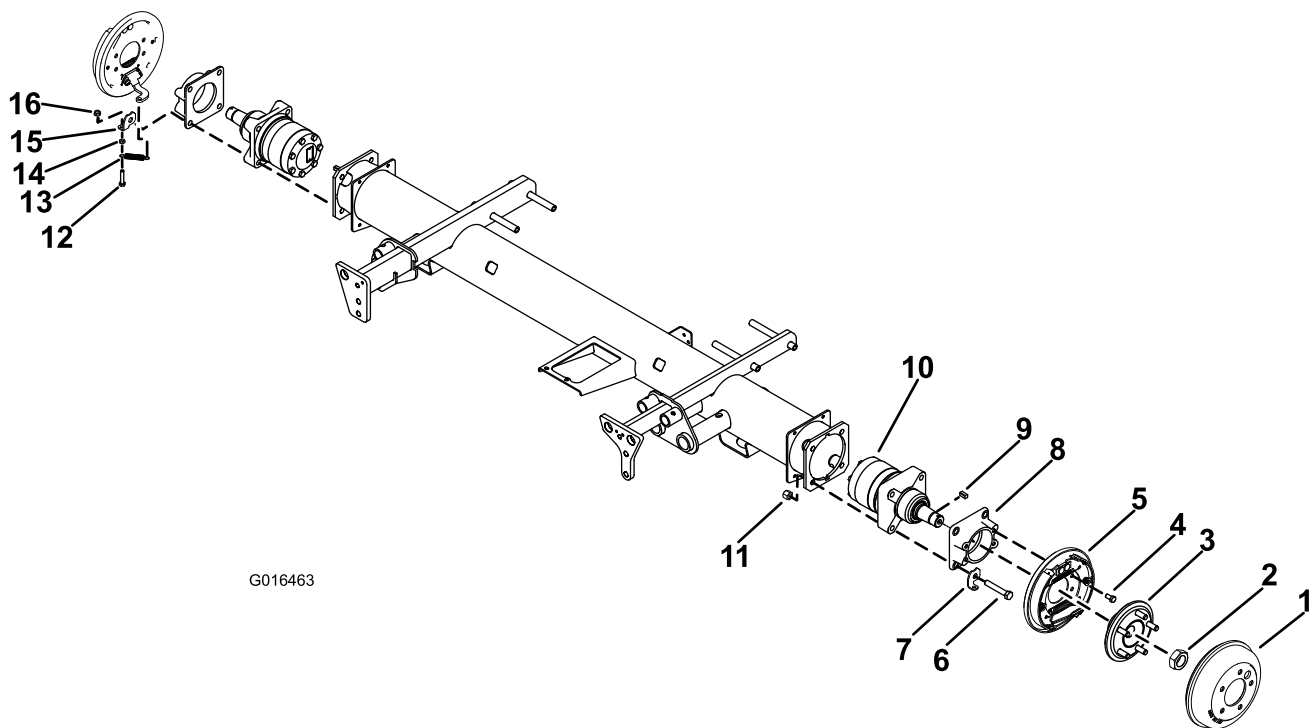

图1
3. 旋松将轮毂固定至车轮马达的锁紧螺母，但不要完全拆下（图1）。至少将锁紧螺母旋松两圈。
5. 从马达轴上卸下锁紧螺母和轮毂（图1）。
6. 卸下将制动器总成固定到制动适配器上的 4 个螺丝，然后取下制动总成（图1）。
- 卸下将制动适配器、车轮马达和弹簧夹固定到机架上的 4 个锁紧螺母（图1）。
注意： 上紧螺丝扭矩至 91~113N·m。确保弹簧夹的位置如图1 中所示。